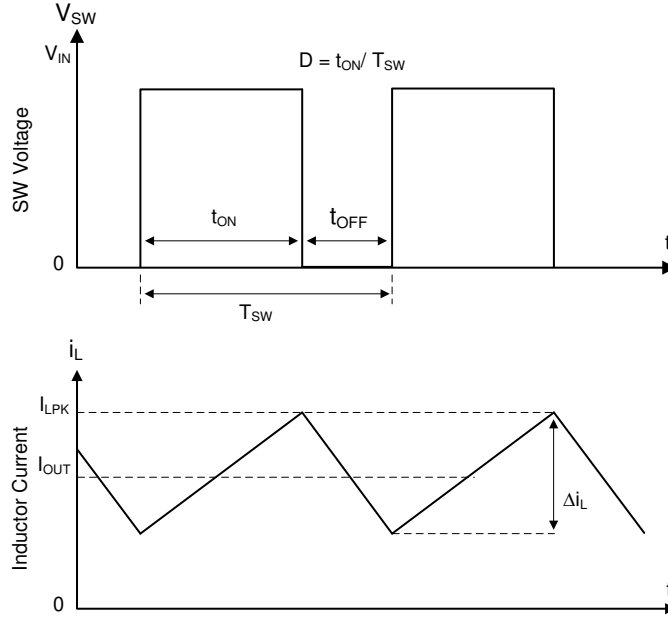

图 6-1. 连续导通模式 (CCM) 下的 SW 节点和电感器电流波形
TPS54x38 的以下运行说明涉及功能方框图和图 6-1 中的波形。TPS54x38 是一款同步降压转换器，具有集成式高侧 (HS) 和低侧 (LS) MOSFET (同步整流器)。TPS54x38 通过使用受控的占空比打开高侧和低侧 NMOS 开关来提供稳定的输出电压。高侧开关导通期间，SW 引脚电压上升至约  $V_{IN}$ ，电感器电流  $i_L$  以线性斜率  $(V_{IN} - V_{OUT})/L$  增加。当高侧开关被控制逻辑断开时，低侧开关在经过反击穿死区时间后将会导通。电感电流通过低侧开关以斜率  $-V_{OUT}/L$  放电。降压转换器的控制参数为占空比  $D = t_{ON}/t_{SW}$ ，其中  $t_{ON}$  是高侧开关导通时间， $t_{SW}$  是开关周期。转换器控制环路通过调整占空比  $D$  来维持恒定的输出电压。在可忽略损耗的理想降压转换器中， $D$  与输出电压成正比，与输入电压成反比： $D = V_{OUT}/V_{IN}$ 。